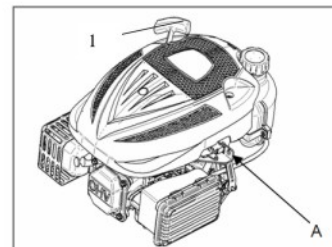

Fig. 3 A. Foro per cavo
Non lasciare che la maniglia di avviamento (1) rinculi contro il motore. Riposizionarla con delicatezza onde non danneggiare l'avviamento. (Fig. 3)